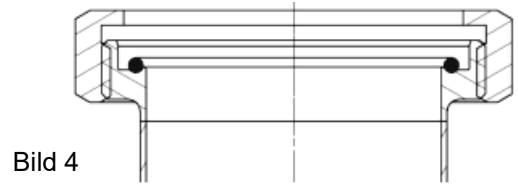

Bild 4
- * Mit Verschraubung nach DIN 11853-1 bzw. DIN 11864-1 (Bild 4)